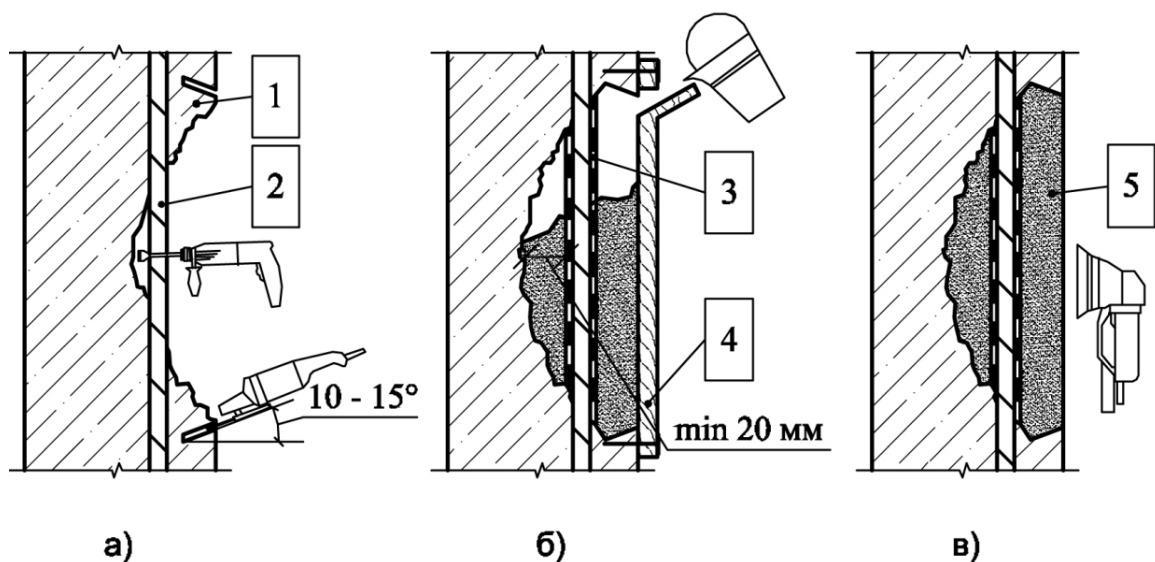

Рисунок 2. Схема ремонта дефектов бетона с оголением арматуры:
- 8.2.6 После снятия опалубки, при необходимости, поверхность зачистить и затереть (см. рис. 2).